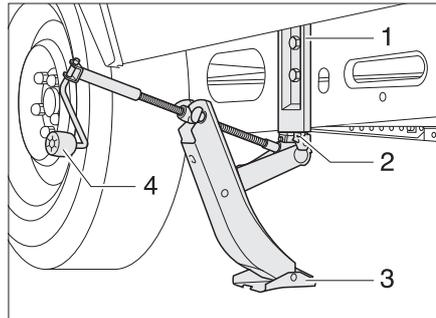

Bild 188 AL-KO-Wagenheber
- Das Einsteckprofil (Bild 188,2) des AL-KO-Wagenhebers bis zum Anschlag in die Aufnahmetasche (Bild 188,1) einschieben.
- AL-KO-Wagenheber mit einer Hand festhalten und mit der anderen Hand die Handkurbel (Bild 188,4) im Uhrzeigersinn drehen, bis die Fußplatte (Bild 188,3) Bodenkontakt hat und eben steht.